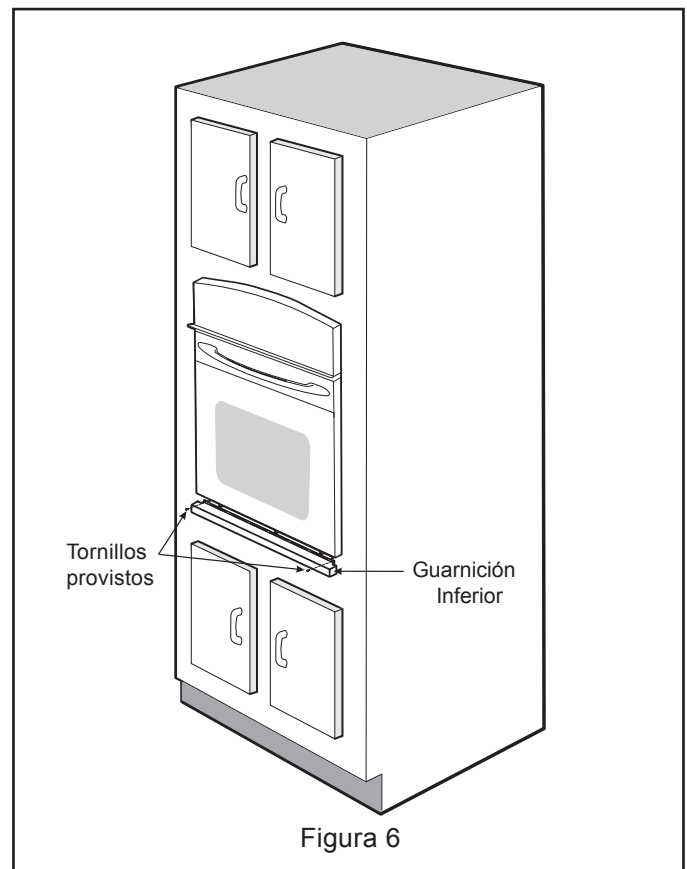

Figura 6
B. Fijar la guarda de seguridad inferior con los tornillos proporcionados (ver la Figura 6).